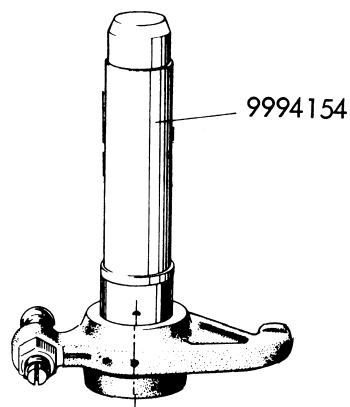

Figure 14. Echange des bagues de culbuteurs.
4. Les bagues de culbuteurs ovalisées par suite de l'usure doivent être remplacées. L'enlèvement et la mise en place des bagues se font avec un mandrin, en notant l'emplacement du trou de passage d'huile comme indiqué sur la figure 14. Après la mise en place, réalésér la bague jusqu'à avoir un ajustement glissant libre.